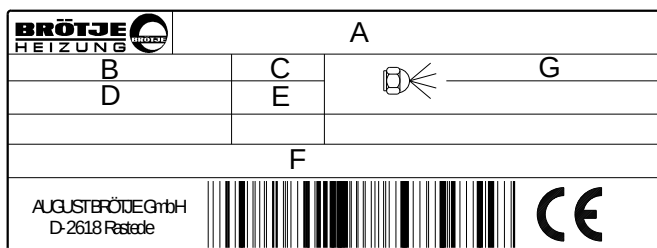

Abb. 7
- das Modell A (Abb. 7) und der Typ des Brenners B;
- das verschlüsselte Baujahr (C);
- die Seriennummer (D);